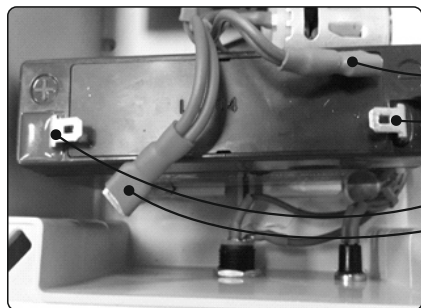

Рис. 7
4. Проверьте соответствие цветовой индикации коннекторов и клемм (Рис. 7 и 8) перед отключением аккумулятора. Красный коннектор это (+) подключается к положительной клемме аккумулятора (красной). Чёрный или Синий коннектор это (-) подключается к отрицательной клемме аккумулятора (Черной). У аккумулятора есть цветовая индикация клемм: красная клемма положительная (+), чёрная клемма отрицательная (-).